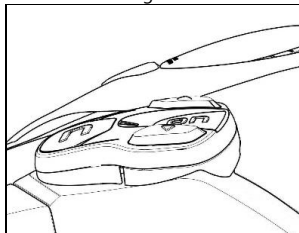

Fig. 22
- Il corretto posizionamento della tastiera è mostrato in Fig. 22, 23.